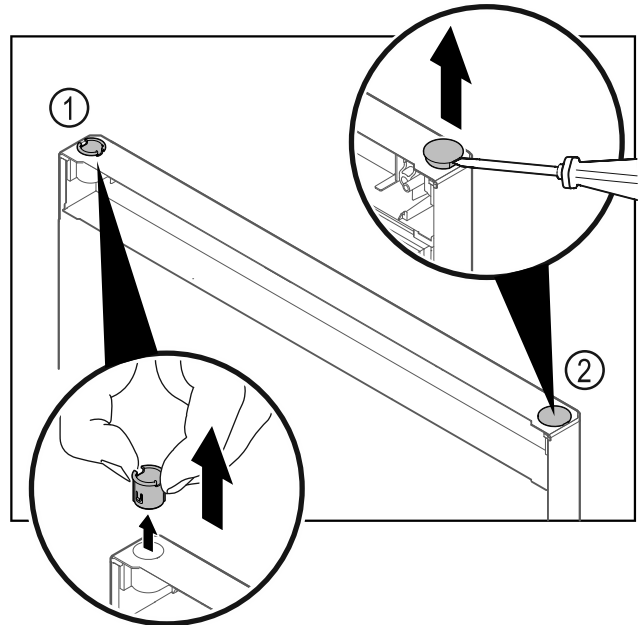

Fig. 17
- ▶ Húzza ki az ujjával a csuklópánt-perselyt Fig. 17 (1).
- ▶ A fedődugót Fig. 17 (2) egy csavarhúzóval óvatosan emelje meg és húzza ki.